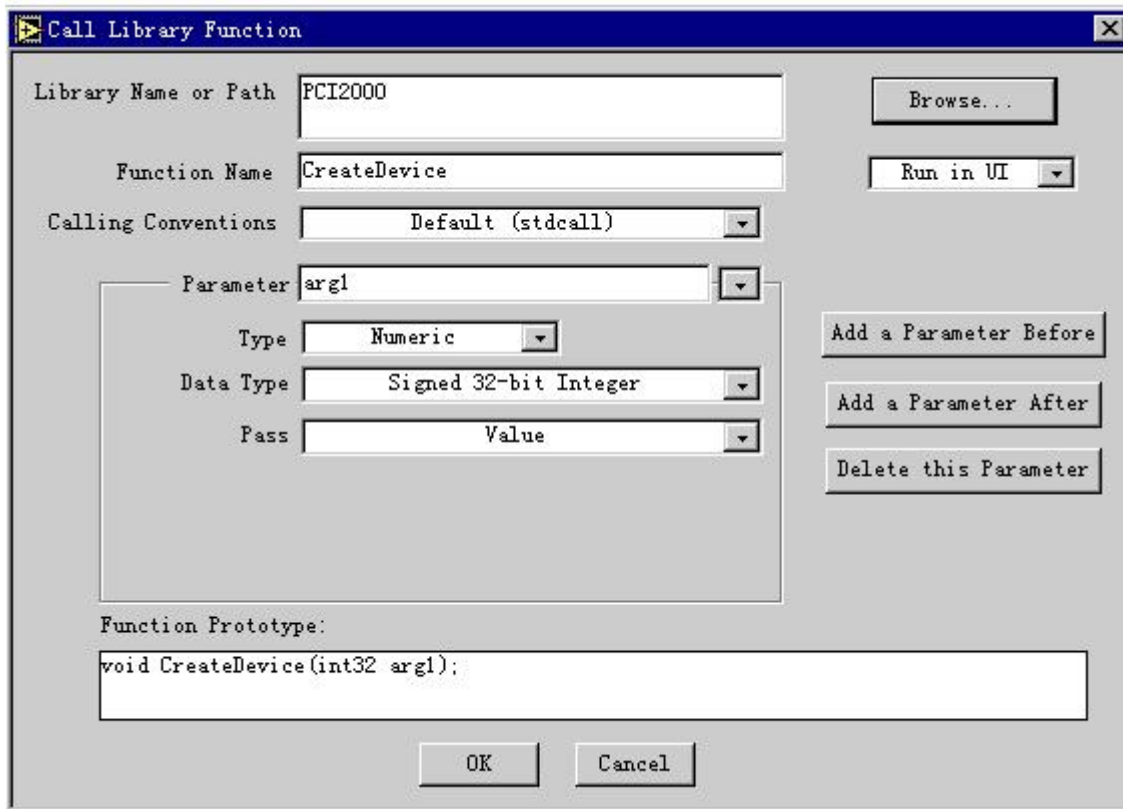

图 18 增添参数
7.继续在返回值的后面增添函数参数，用鼠标单击 Add a Parameter After 后，如图 18，然后将 Parameter 中的 arg1